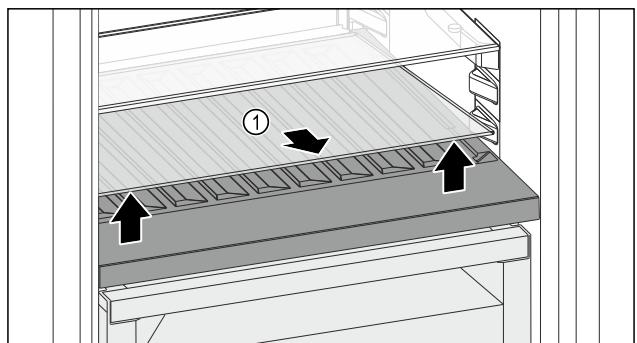

Fig. 116
- Sklenú dosku Fig. 116 (1) na vybraní vpredu nadvihnite a vytiahnite.
- Sklenú dosku Fig. 116 (1) bezpečne uchovávajte mimo zariadenia.